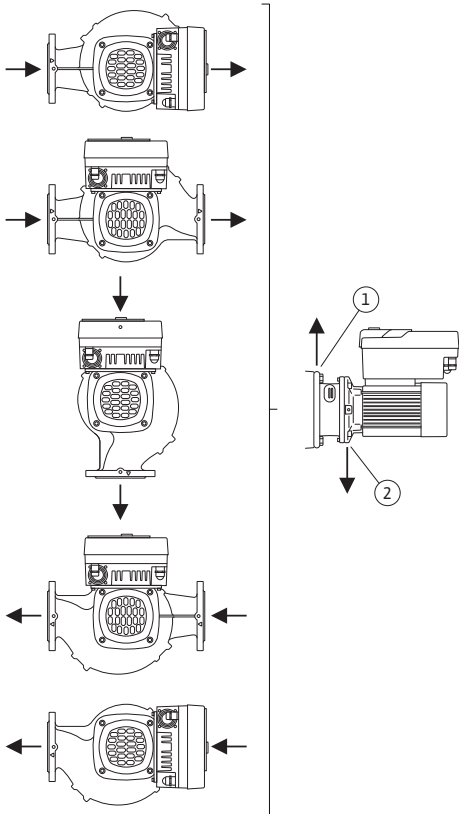

Fig. 17: 수평 샤프트의 허용 장착 위치
- 수직 모터 샤프트가 설치된 경우 응축수 보어가 아래로 향하도록 위치해야 합니다 (Fig. 17, 2번). 필요한 경우 모터를 이에 맞추어 돌려야 합니다.